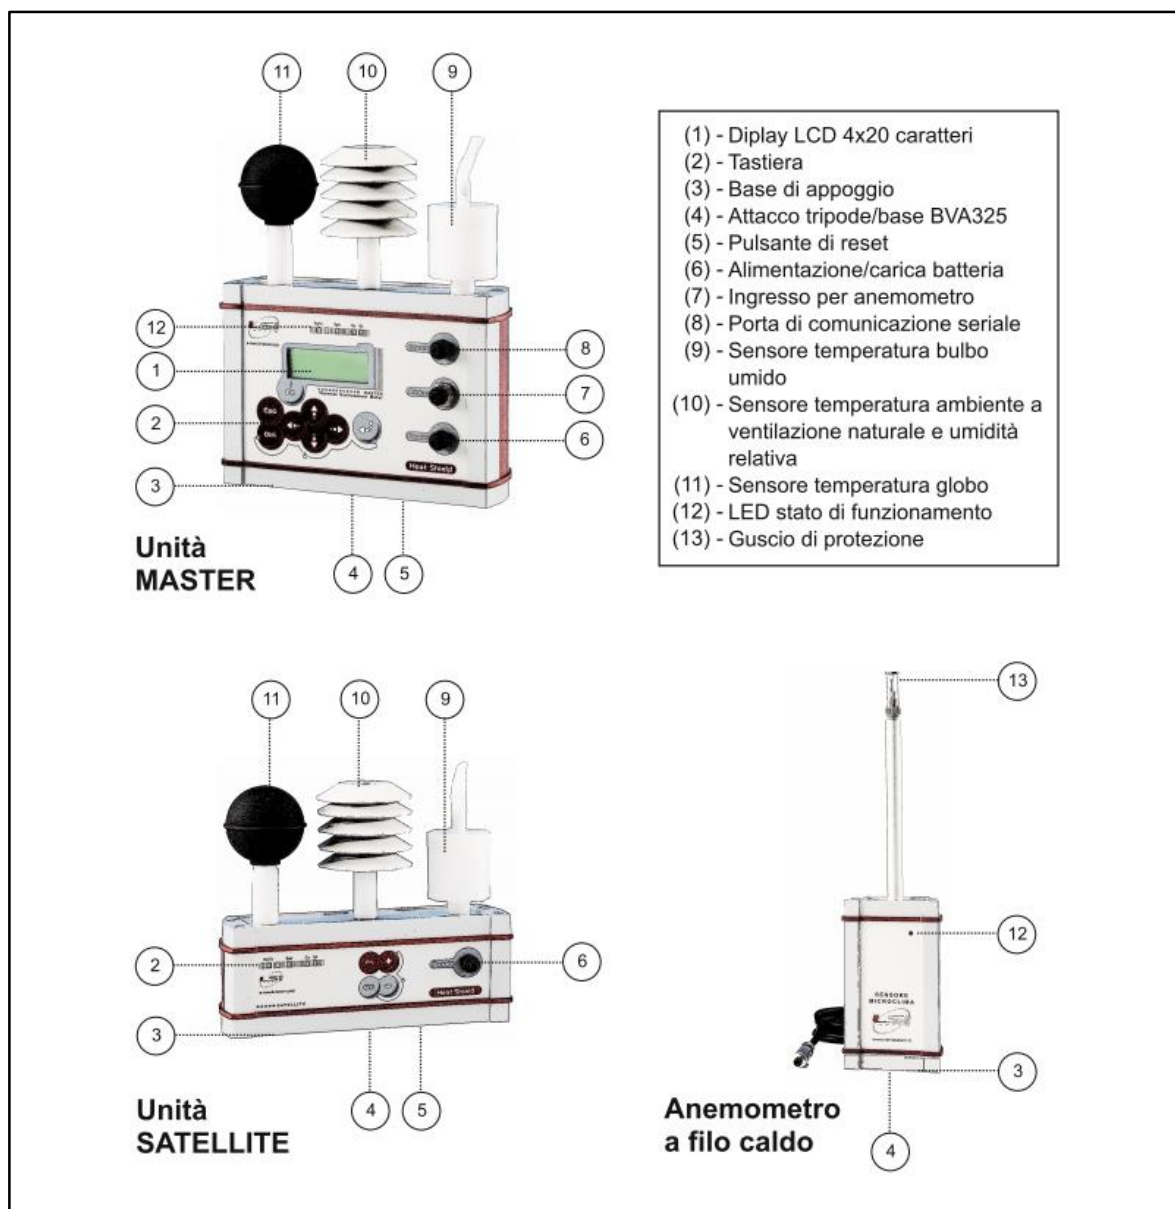

Fig. 1 – Descrizione strumenti.
Heat Shield MASTER visualizza gli indici calcolati secondo le normative di riferimento e le misure acquisite dai sensori (9) (10) (11) (vedi Fig. 1), sia quelli connessi fisicamente allo strumento che quelli ricevuti da eventuali unità SATELLITE collegati via radio.